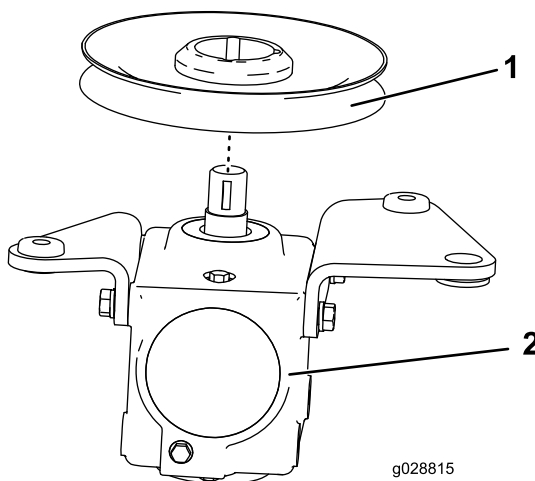

Bild 2
3. Drehen Sie das Getriebe um, entfernen Sie die vorhandene Riemenscheibe und installieren Sie die Riemenscheibe aus dem Bausatz (Bild 2).